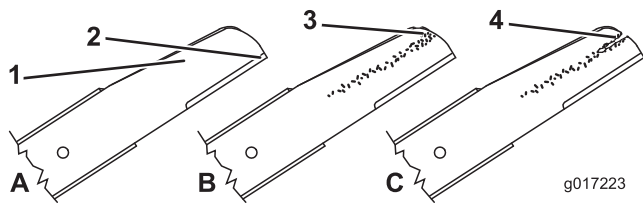
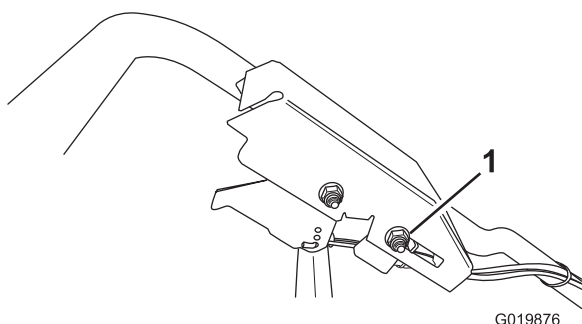

Figure 36
Figure 42
1. Examinez le tranchant des lames (Figure 36). Si elles sont émoussées ou présentent des indentations, déposez les lames et affûtez-les ou remplacez-les.
- Inspectez les lames, surtout la partie relevée (Figure 42). Remplacez immédiatement toute lame endommagée, usée ou qui présente une entaille (Figure 36).
2. Desserrez l'écrou du support de guidage du câble (Figure 42).